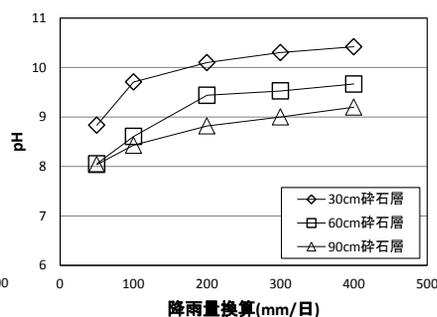

図4 碎石層高さ別pH変動
- ▶ 碎石層の充填高さを高くする (2回繰り返したものを60 cm、3回のを90 cmと定義する) ことにより十分な中和能が得られる (図4)。